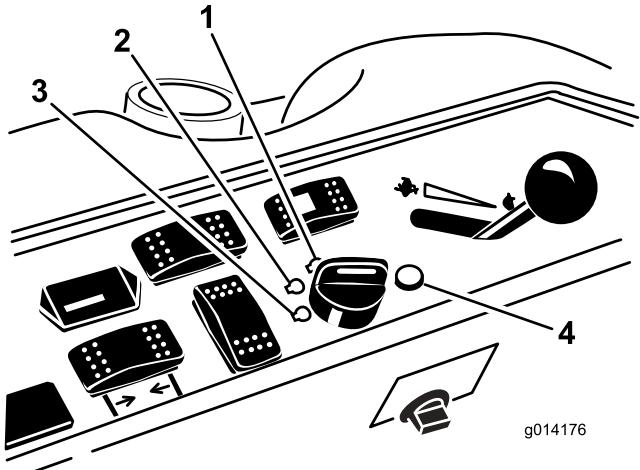

Figure 14
6. Tournez la clé dans le sens horaire en position Contact (Figure 14).
3. Tournez la clé de contact à la position arrêt (Figure 14). Attendez l'arrêt de toutes les pièces mobiles avant de quitter la position d'utilisation.